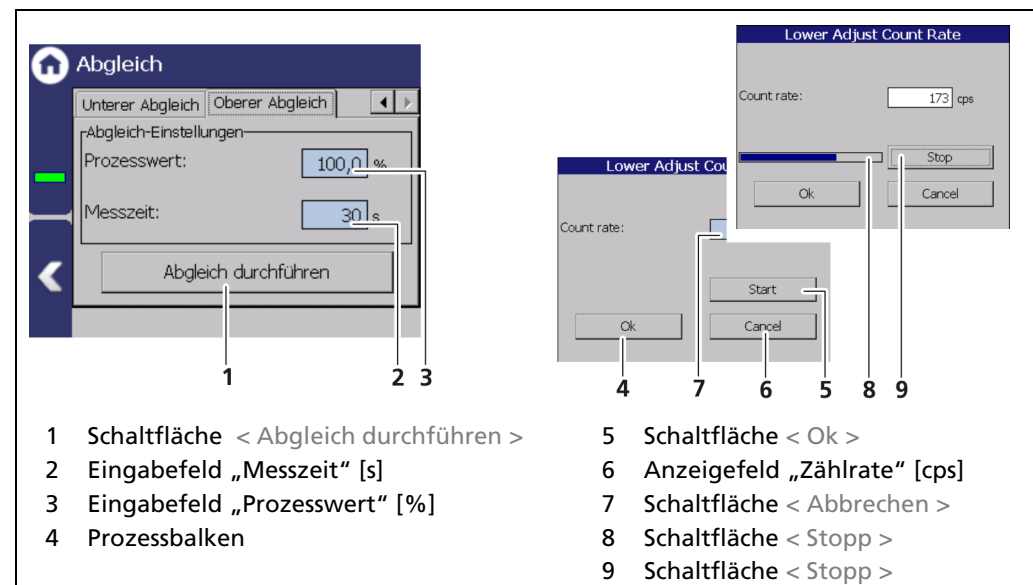

Abb. 90 Oberer Abgleich
1. Klicken Sie auf das Feld Prozesswert (Abb. 90, Pos.3) um das Eingabefeld zu öffnen.
3. Klicken Sie auf das Feld „Messzeit“ (Abb. 90, Pos.2) und geben Sie die Dauer der Messung in Sekunden an. Je höher Sie die Messzeit einstellen, umso genauer fällt das Ergebnis aus.
4. Klicken Sie auf die Schaltfläche < Abgleich durchführen > (Abb. 90, Pos.1).